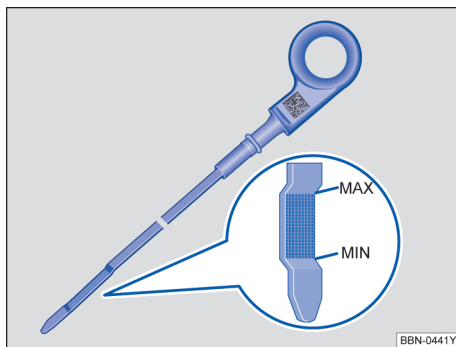

图 167 带液位标记的机油标尺
- “MAX”（机油标尺上拐点）标示的是机油液面高度的上限→图 167。
- “MIN”（机油标尺下拐点）标示的是机油液面高度的下限→图 167。